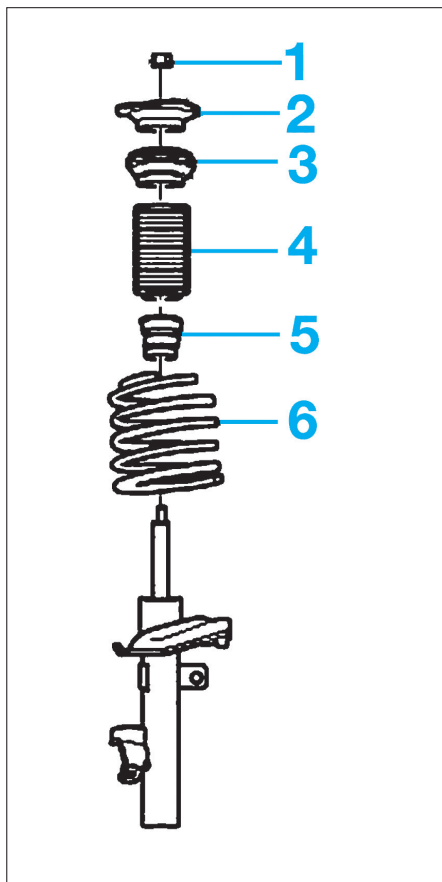

FIG. 6
- l'écrou de tige d'amortisseur (1) (Fig.6) tout en maintenant la tige à l'aide d'une clé Allen.